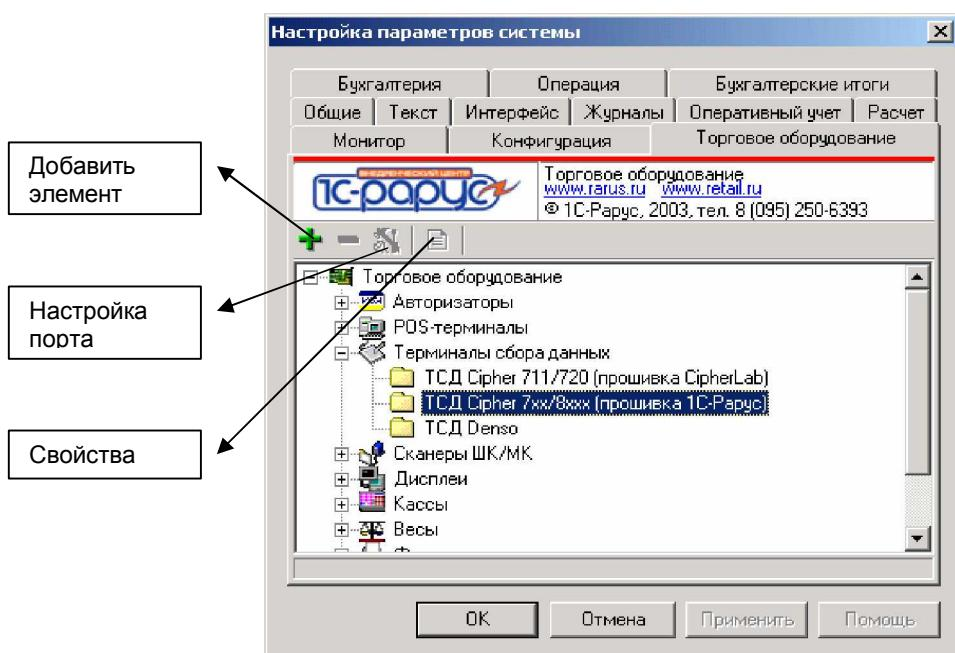
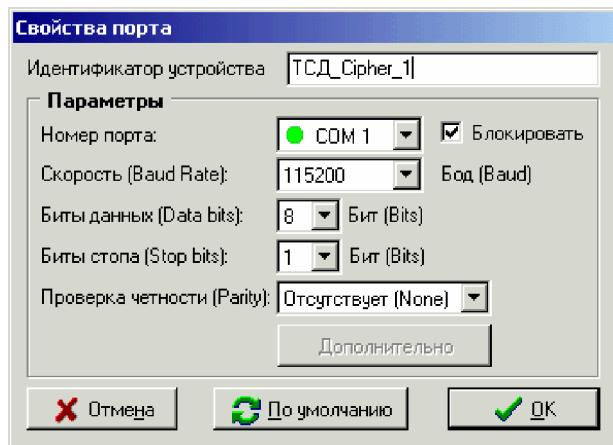

Рис. 5
Рис. 6
- 8 Откройте меню «Сервис» – «Параметры» - «Торговое оборудование». В дереве оборудования найдите ветку «Терминалы сбора данных» - «ТСД Cipher 7xx11/8xxx (прошивка 1С-Парус)». Нажмите на крайнюю левую иконку вверху окна с изображением символа «+» (+ - рис. 5). Откроется окно настройки свойств порта нового элемента оборудования (рис. 6).
- 9 Настройте свойства порта в программе (Рис. 6):
- 12 Откройте страницу свойств терминала, щелкнув по крайней иконке справа (рис. 5). Откроется окно «Настройки ТСД» см. рис 7